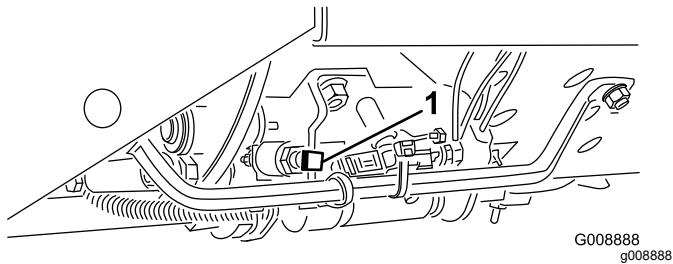

Bild 23
**Wichtig:** Die Mähgeschwindigkeit wird im Werk auf 9,7 km/h eingestellt. Diese Geschwindigkeit können Sie durch das Einstellen der Geschwindigkeits-Anschlagschraube verstellen (Bild 23).